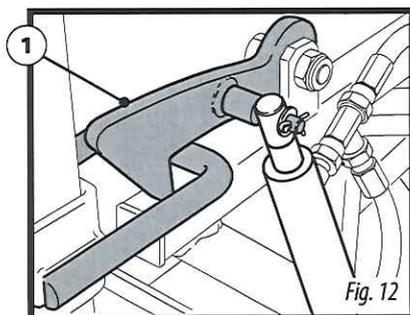

Fig. 12
- 2- Levante los equipos laterales y asegúrese que los gatillos de seguridad han quedado fijados (nº 1, fig. 12) que evitará su caída durante el transporte.